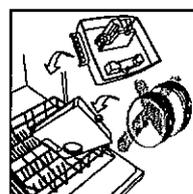

Fig. 45
- Lavez le réservoir et le plateau au lave-vaisselle ou bien lavez-les à la main avec un détergent doux et de l'eau (fig. 45).